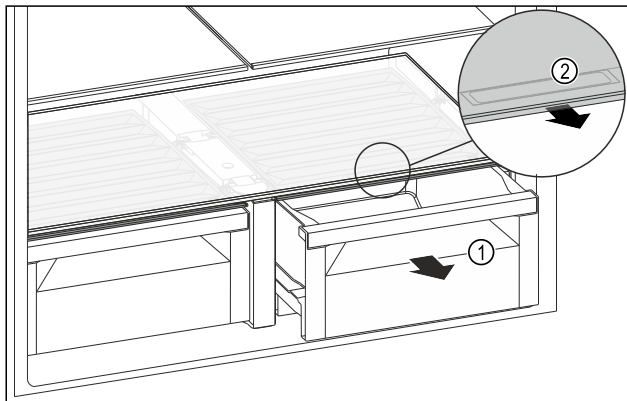

Fig. 98
- Estrarre il cassetto Fig. 98 (1).
- Afferrare la maniglia incassata Fig. 98 (2) sul coperchio dello scomparto e tirare allo stesso tempo in avanti il coperchio dello scomparto.